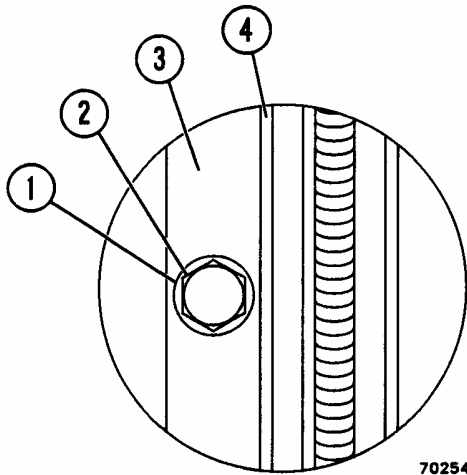
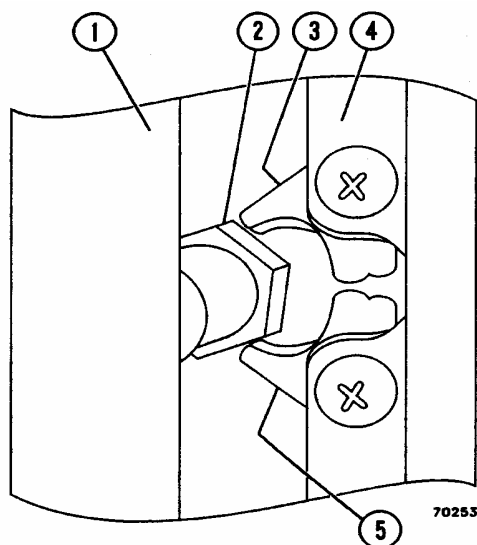

FIGURA 2-3 AJUSTE DEL PERNO DE LA JAMBA DE LA PUERTA
FIGURA 2-4. AJUSTE DEL PERNO DE LA JAMBA DE LA PUERTA
1. Marque la ubicación de la golilla (1, Figura 2-3) del perno de la jamba de la puerta con un marcador o lápiz marcando el borde exterior de la golilla en la jamba.
2. Suelte el perno de la jamba de la puerta (2) y muévelo hacia dentro 1.5 mm (1/16 pulgada) y vuelva a apretar el perno.
3. Coloque un pedazo de papel entre el punto donde el sello de la puerta (4) hará contacto con el revestimiento de la cabina y cierre firmemente la puerta.
- Si la puerta pone resistencia al tratar de cerrarla, el perno del seguro (2, Figura 2-4) probablemente se ha soltado y se ha salido del punto donde el seguro engancha con el perno:
1. Abra la puerta y cierre ambos pestillos (3) y (5) en el seguro hasta que se cierren completamente.